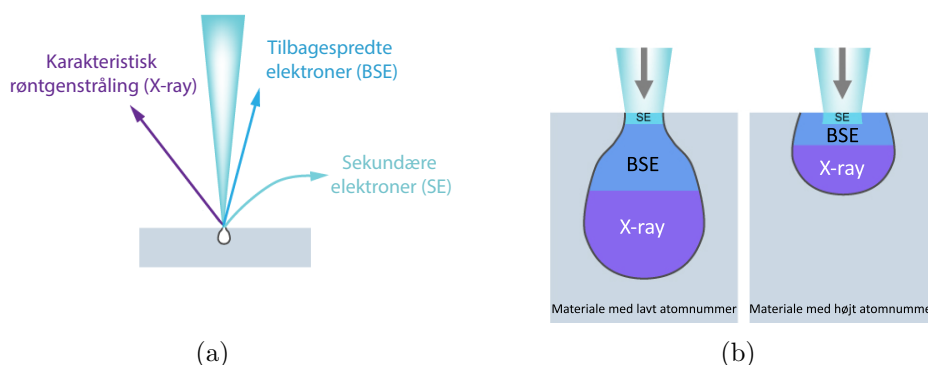

Figur 4: Opbygningen af et skanningelektronmikroskop (SEM). Illustrationen er fra AMMRF [1].
Et skanningelektronmikroskop består i store træk af en elektronkanon, elektromagnetiske linser (samlelinser, skannespoler og objektivlinse), en prøveholder, en eller flere detektorer, en forstærker samt en computer med skærm (se figur 4). Da elektroner er negativt ladede, kan man bruge spoler, kaldet elektro-
magnetiske linser, til at afbøje og samle elektronstrålen til en endnu tyndere stråle (se figur 4). Når elektronerne har forladt elektronkanonen, passerer de først igennem nogle samlelinser, som styrer bredden af elektronstrålen. Dernæst passerer de igennem nogle skannespoler, som styrer retningen af elektronstrålen og det område, der skannes henover. Til sidst passerer elektronstrålen igennem objektivlinsen, som fokuserer elektronstrålen på prøven. Elektronkanonen, linserne og prøven er alle lukket inde i det man kalder en kolonne, hvor der er vakuum. Hvis ikke der er vakuum i kolonnen, vil elektronerne blive reflekteret og bremset af gasmolekyler, inden de når frem til prøven. Normalt er der højvakuum (HV, meget lavt tryk) i kolonnen, hvilket svarer til trykket $p = 1 \cdot 10^{-2}$ Pa. Skal man undersøge ikke-elektrisk ledende prøver, kan det dog være en fordel at skanne i lavvakuum (LV), hvor trykket er $p \approx 20$ Pa.